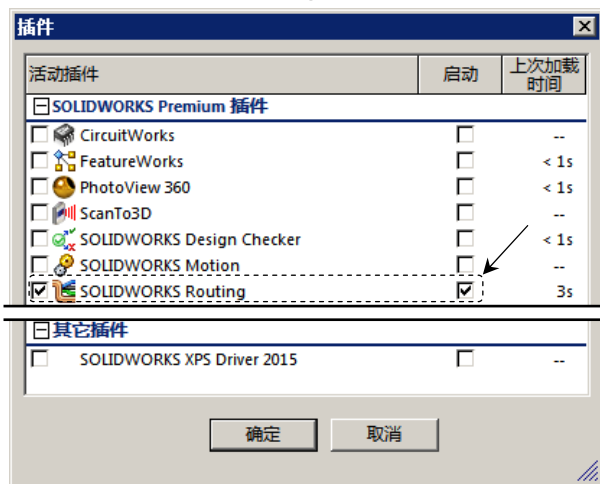

图 11.2.1 “插件”对话框
Step1. 选择命令。选择下拉菜单  **工具(T)** →  **插件@...** 命令，系统弹出图 11.2.1 所示
Step2. 在“插件”对话框中选中 ☒ SolidWorks Routing ☒ 复选框, 如图 11.2.1 所示。